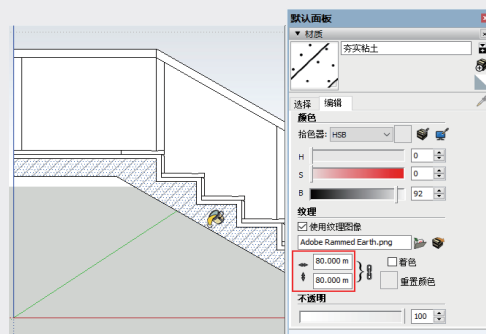

图3-225
- 02 选择“夯实粘土”材质, 填充楼梯底板面并调整其纹理大小为80.000m, 如图3-225所示。